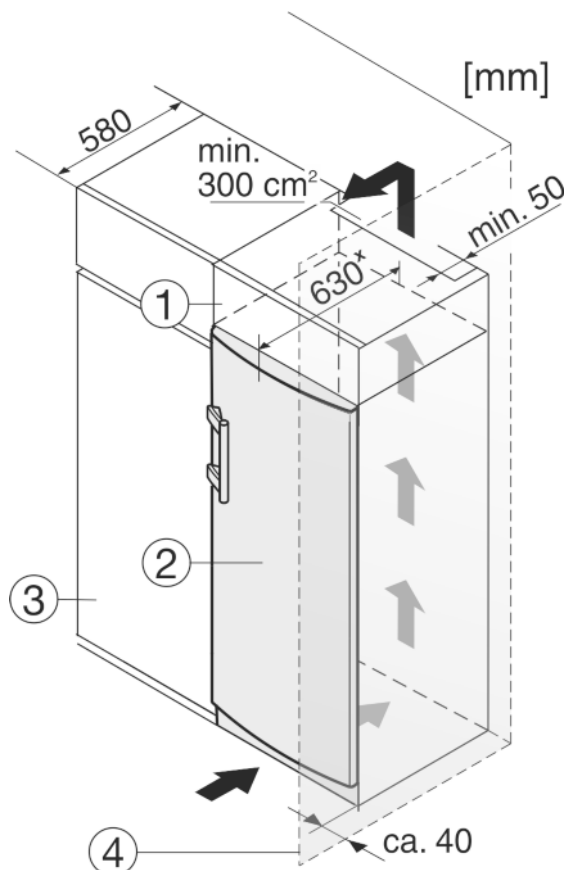

Fig. 10
Urządzenie może zostać obudowane szafkami kuchennymi. Aby dopasować urządzenie Fig. 10 (2) do wysokości ciągu szafek kuchennych, można nad urządzeniem umieścić szafkę nasadzaną Fig. 10 (1).
W przypadku obudowania szafkami kuchennymi (głębokość maks. 580 mm) urządzenie można ustawić bezpośrednio obok szafki kuchennej Fig. 10 (3). Urządzenie wystaje z boku o 34 mm\* i na środku urządzenia o 50 mm\* w stosunku do frontu szafek kuchennych.
Jeżeli urządzenie będzie ustawiane z zawiasami do ściany Fig. 10 (4), to pomiędzy urządzeniem i ścianą należy zachować minimalny odstęp, wynoszący 40 mm. Na taką odległość wystaje klamka przy otwartych drzwiach.